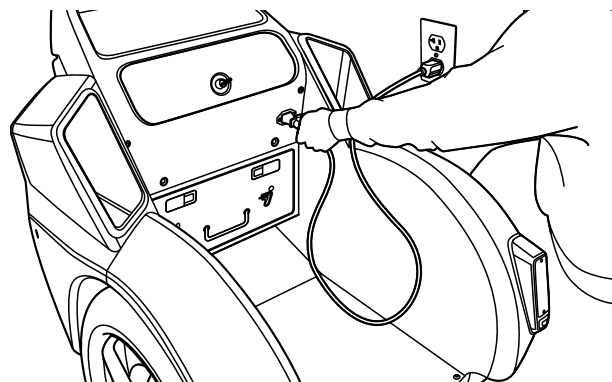

Figura 40: Collegamento a una presa CA correttamente messa a terra
3. Inserire un'estremità del cavo di alimentazione (in dotazione con il veicolo) in una presa di corrente CA provvista di messa a terra (100V–240V; 50Hz–60Hz). Il cavo di alimentazione deve essere dotato di apposita messa a terra (**Figura 40**).